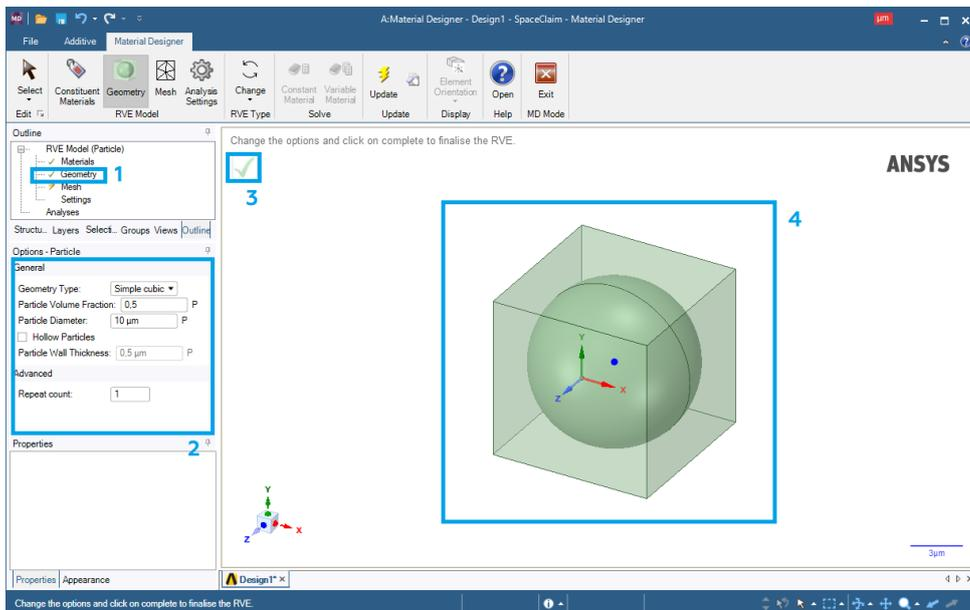

Рис. 7. Создание геометрии объемного элемента
6. Для создания геометрии объемного элемента (рис. 7) нажимаем ЛКМ на **Geometry** (1). После этого в левой панели настроек отобразятся настройки геометрии объемного элемента (2) (в зависимости от типа, выбранного объемного элемента настройки могут быть различны). Нажимаем на галочку (3) и на рабочем пространстве появится трехмерная модель сгенерированной объемного элемента (4).